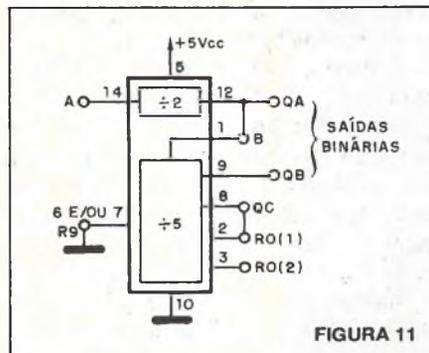
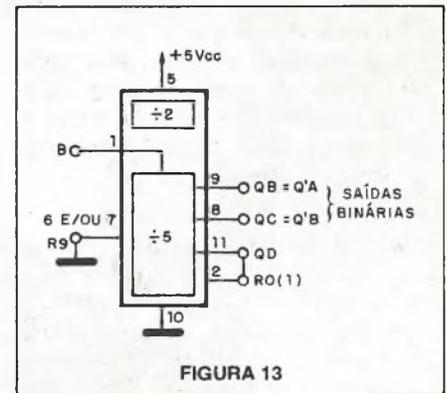
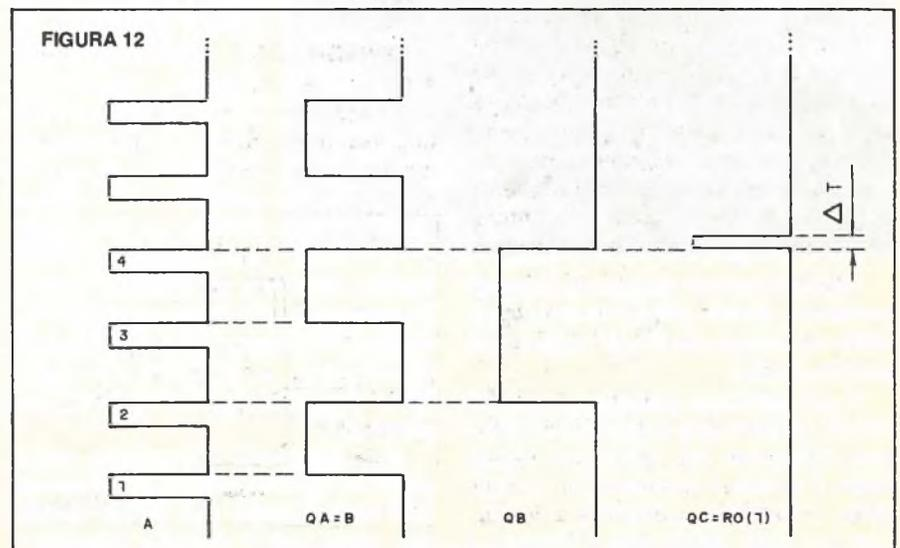

FIGURA 11
FIGURA 13
FIGURA 12
Na figura 11 temos a estrutura desse circuito elétrico; como de costume, uma (ou ambas) entrada R9 deve ser mantida em nível baixo, inibindo assim a ação da função retorno a 9. Você também poderá interligar a entrada R0 (2) originalmente em aberto, à entrada R0 (1), obtendo os mesmos resultados.
Ainda que uma entrada TTL entenda o nível H quando em aberto (sem conexão, como é o caso da entrada R0 (2) da figura 11), convém reforçar esse nível conectado um resistor (de 1kΩ a 3,3kΩ) entre a entrada não utilizada e a linha de alimentação positiva (+5VCC).
A figura 12 mostra o diagrama de fases para o circuito da figura 11 – note você que a saída QC assume o nível alto por um lapso de tempo.
Uma outra forma de obter um divisor por 4, com o C.I.7490, é utilizar a estrutura elétrica mostrada na figura 13. As saídas QB e QC do bloco divisor por 5 do integrado serão, respectivamente, as saídas QB e QA (representadas na figura 13 por Q'B e Q'A, nesta ordem) do divisor binário por 4, sendo aqui também válido o diagrama de fases da figura 12 desde que a nomenclatura das entradas seja convenientemente adaptada para este último circuito.